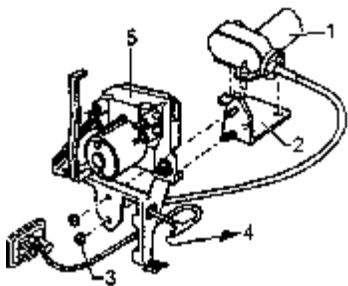

图 11-92 拆卸真空泵
①如图 11-92 所示拧松紧固螺母 3（ $5\text{N} \cdot \text{m}$ ），并且向左经过轮壳取出装置。
②从成套带有的支架 2 中向上拔出真空泵 1 和定位元件的软管敷射 4。
(5) 通风阀的拆卸和安装